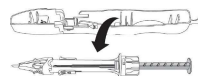

図 5 挿入器の取り出し
- ⑤ ケースから挿入器を取り出す(図 5)。取り出し後は直ちに⑥に進むこと。